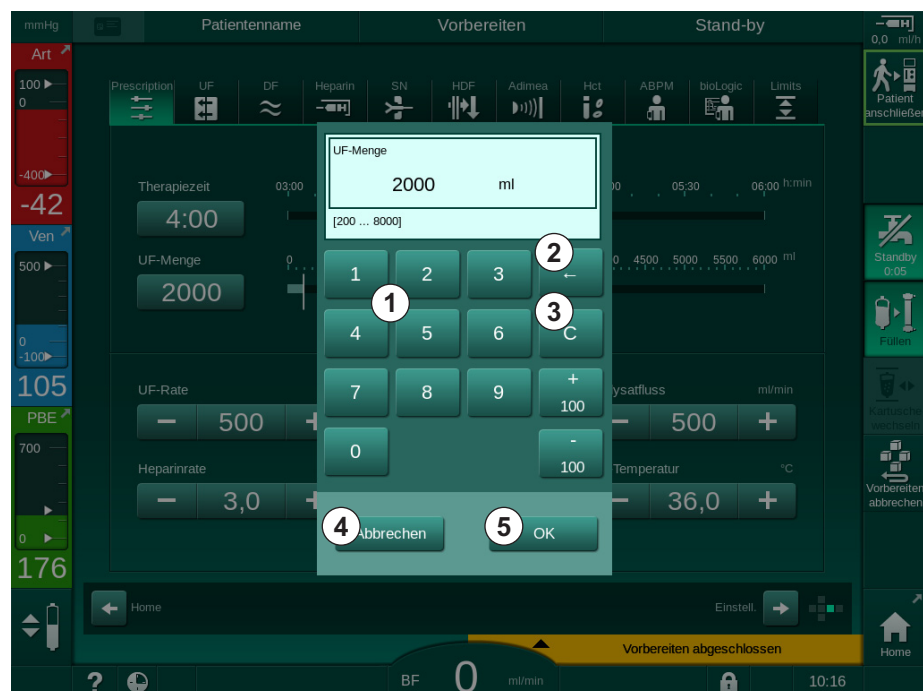

Abb. 3-19 Ändern von Parametern
2. Icon der zu ändernden Parametergruppe berühren (Beispiel in Abb. 3-19: Verordnungsdaten).
3. Den zu ändernden Wert berühren (Beispiel in Abb. 3-19: UF-Menge 2000 ml).
Die zulässigen Schritte sind voreingestellt und werden auf der Schaltfläche angezeigt (in Abb. 3-19: -100 ml).
Die zulässigen Schritte sind voreingestellt und werden auf der Schaltfläche angezeigt (in Abb. 3-19: +100 ml).
Der zulässige Einstellbereich ist in eckigen Klammern unter dem Zahlenwert angegeben (in Abb. 3-19: [100 ... 10000])